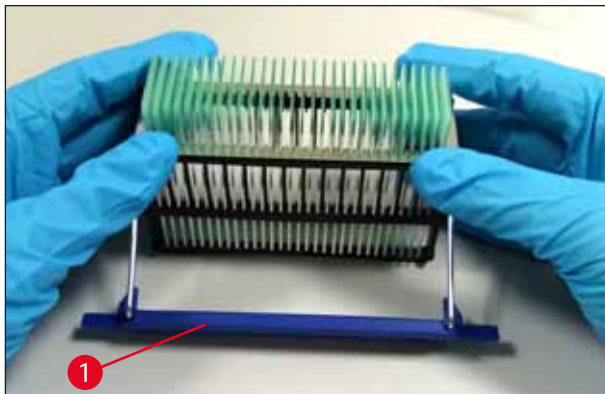

Abb. 35
3. Den Clip sorgfältig über den Objektträgern platzieren. Dabei darauf achten, dass in jedem Schlitz des Clips nur jeweils ein Objektträger sitzt (→ Abb. 35).
5. Den Clip gleichzeitig mit beiden Händen vorsichtig nach unten drücken, bis er einrastet (→ Abb. 35).